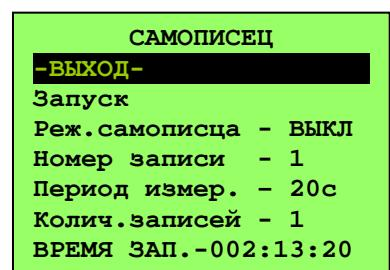

Рис. 6
2.3.5 Поле «Самописец» - вход в меню работы с функциями самописца. Рис.6. «Самописец» позволяет записывать во встроенную память МИТ 2.05M результаты измерений с целью последующего считывания их на компьютере. МИТ 2.05M имеет встроенную память на 800 значений. Память самописца может быть разбита на 1 (800 значений), 2 (2x400 значений), 4 (4x200 значений) или 8 (8x100 значений) блоков. В каждый их блоков памяти данные записываются и считаются независимо от других блоков. Период опроса каналов в режиме самописца может быть выбран из ряда: 0,3 с (для одного включенного канала) или 0,6 с (для двух включенных каналов); 2,5 с (для одного включенного канала); 10 с; 20 с; 30 с; 1 мин; 2 мин; 5 мин; 10 мин; 20 мин; 30 мин. В режиме самописца с периодом опроса каналов от 10 с до 30 мин МИТ 2.05M находится в режиме малого энергопотребления (на дисплее прибора ничего не отображается). При нажатии на любую из кнопок прибора на дисплее появляются следующие данные: свободная память в текущем блоке, уровень заряда батарей, последнее измеренное, максимальное, минимальное и среднее значения с момента запуска самописца (по всем включенным каналам). Рис.7.